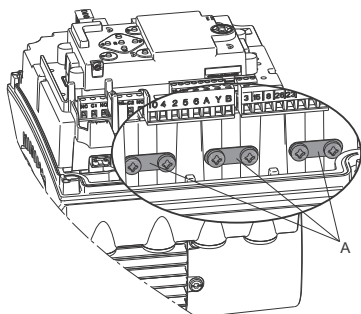

Fig. 76 Sådan forbinder du kabelskærme til jord
7. Forbind bussens kabelskærme til jord via én af jordbøjlerne (fig. 76, pos. A).